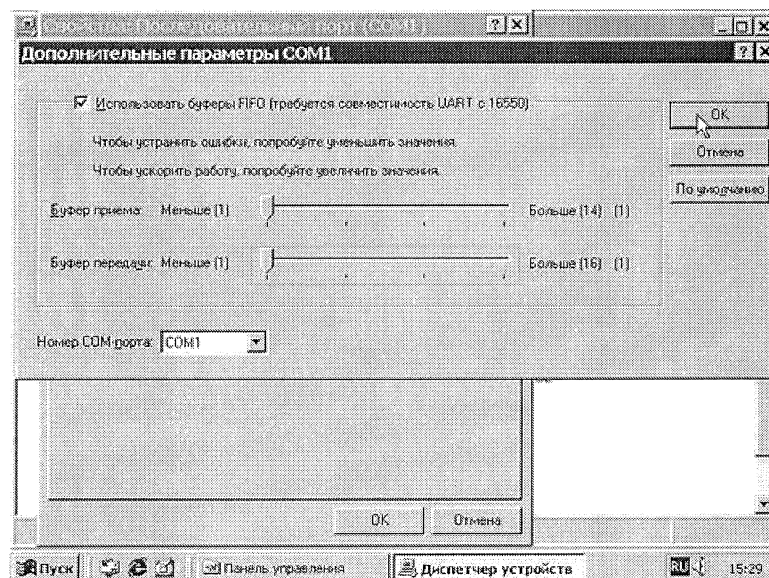

Рисунок 3.5 - Установление «Буфера приема» и «Буфера передачи» на единицу (1)
5) Появится окно «Дополнительные параметры COM1». Установите «Буфер приема» и «Буфер передачи» на единицу (1), как показано на рис. 3.5. Нажмите на кнопку «ОК».